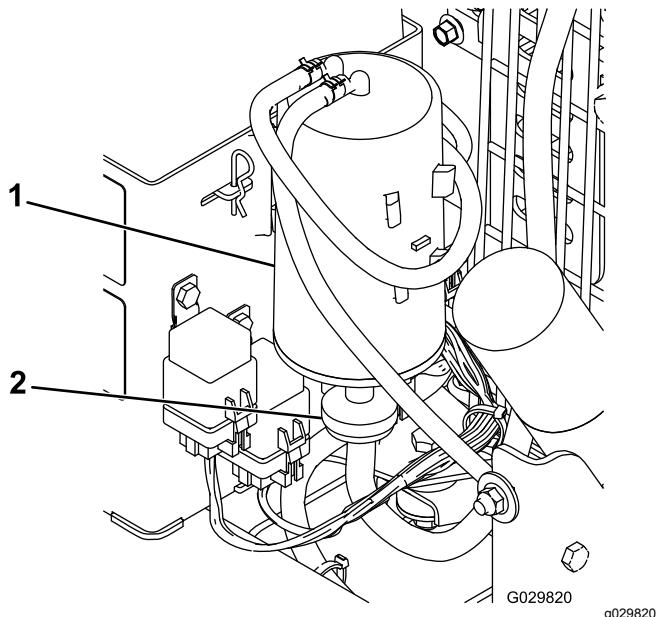

Figura 17
2. Togliete il filtro dell'aria del canister a carboni attivi e scartatelo (Figura 17).